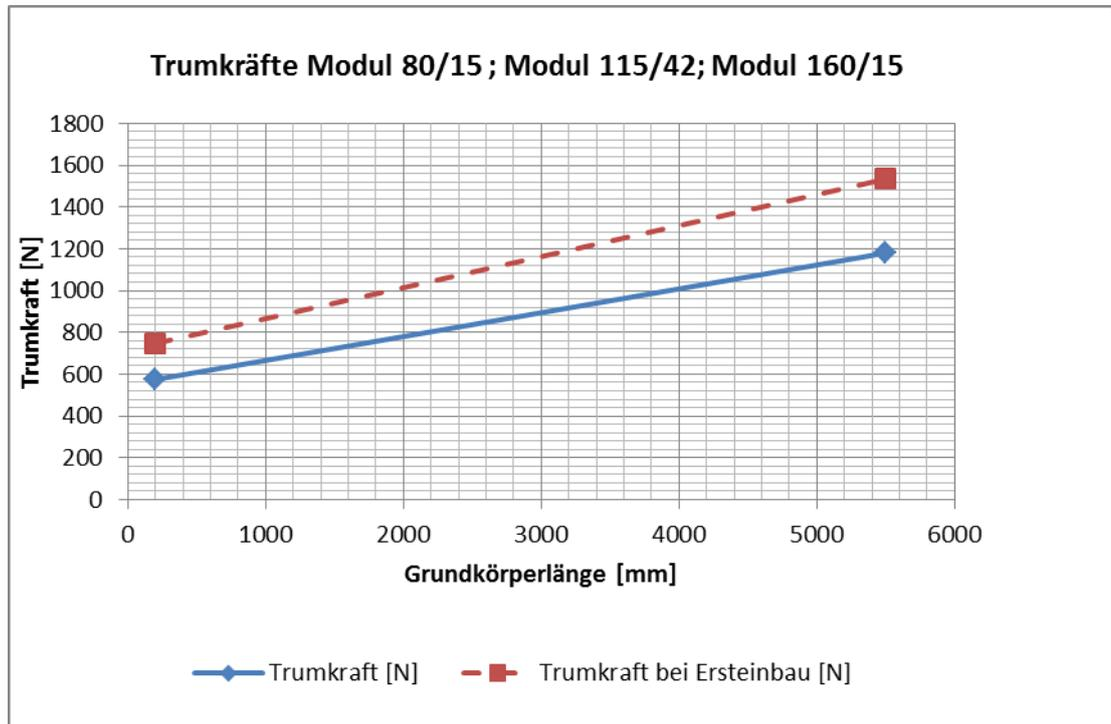

Abbildung 11: Diagramm 3
Solltrumkraft	Gemäß Grundkörperlänge im Diagramm 3 (siehe Abbildung 11, Seite 13)
- 6) Vergleichen Sie die Trumkräfte mit Diagramm 3 (siehe *Abbildung 11*).